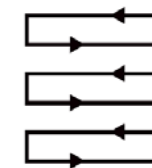

Fig. 22
5. Tondre suivant des rangées qui se chevauchent légèrement. Le modèle le plus efficace pour tondre les pelouses est la ligne droite parallèle à l'une des bordures. Cela permet de tondre la pelouse en rangées régulières et garantit qu'aucun endroit de la pelouse n'a été oublié (Fig. 22).